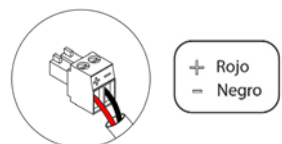

Fig. 42
La conexión del emisor IR se realiza mediante una borna de 2 pines ①. Fije los cables con los tornillos de la borna respetando la polaridad de la misma (Fig. 42).